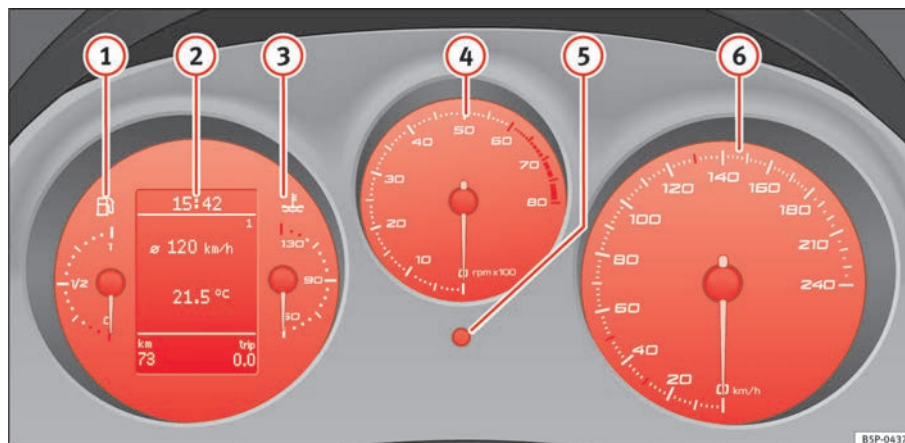

Fig. 33 Detalle del tablero de instrumentos: cuadro de instrumentos
El principio de la zona roja ⇒ **página 57, fig. 33 ** indica el régimen máximo de revoluciones del motor funcionando a temperatura de servicio. Antes de alcanzar dicha zona se debe cambiar a una marcha más larga, colocar la palanca selectora en D o levantar el pie del acelerador.
- Para ajustar las horas, gire el botón ⇒ **página 57, fig. 33 ** hacia la derecha, hasta el primer “clic”. Los números de la hora parpadearán. Para modificar la hora, pulse el botón.
El contador derecho registra los recorridos cortos. La última posición indica tramos de 100 m. El contador para recorridos cortos puede ponerse a cero manteniendo pulsado durante unos segundos el botón de puesta a cero ⇒ página 57, fig. 33 ⑥.